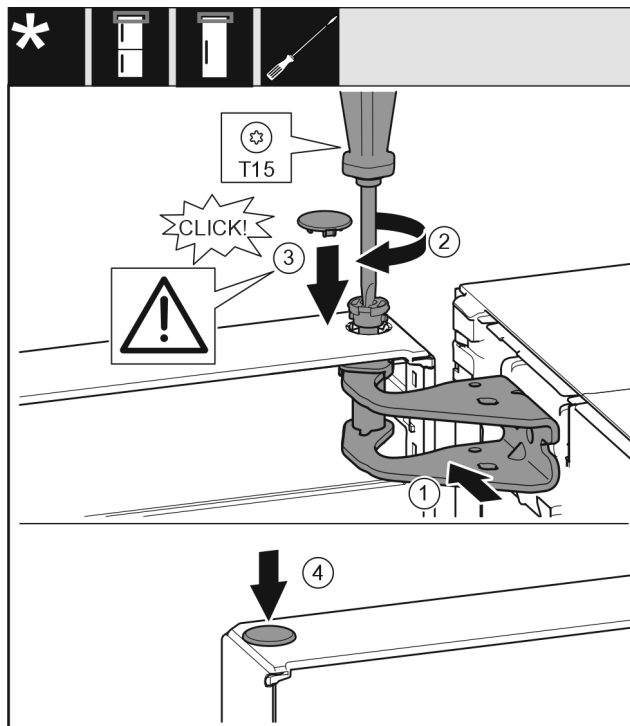

Fig. 21
- Регулирайте вратата горе спрямо отвора в лагерната стойка. Fig. 21 (1)
- Поставете болта Fig. 21 (2) и затегнете здраво с отвертка.
- Монтаж на предпазния капак Fig. 21 (3) за осигуряване на вратата: Поставете предпазния капак и проверете дали той е допрян до вратата. В противен случай поставете изцяло болта.
- Поставете тапата Fig. 21 (4).